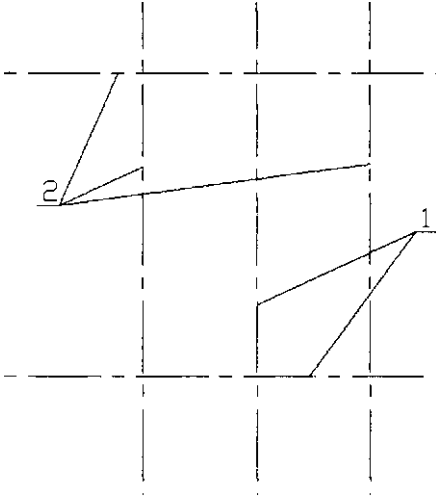

Рисунок 1.2
За допомогою команди XLINE з опціями Hor та Ver креслимо відповідно горизонтальну та вертикальну осі (1) (рис. 1.2).